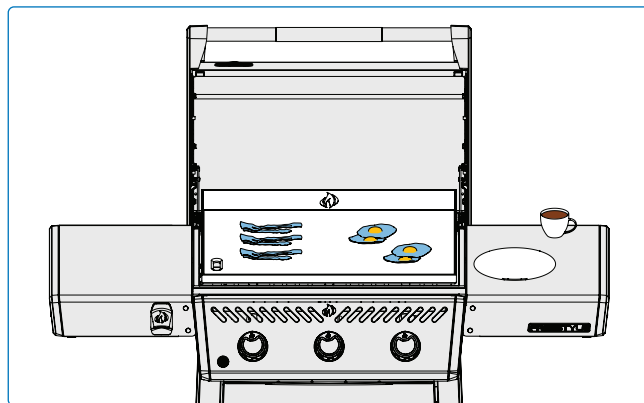

Fig. 8
- Stel verschillende branders in op verschillende warmteniveaus om specifieke temperatuurzones te creëren. Controleer de oppervlaktetemperatuur van de plancha met een infraroodthermometer om er zeker van te zijn dat elke zone de gewenste temperatuur heeft. Gebruik directe warmte (direct boven de branders geplaatst) voor voedsel dat gebaat is bij snel koken, terwijl indirecte warmte (aan de zijkant geplaatst) gebruikt kan worden voor langzamer garen of om voedsel warm te houden. **(Afb. 8)**